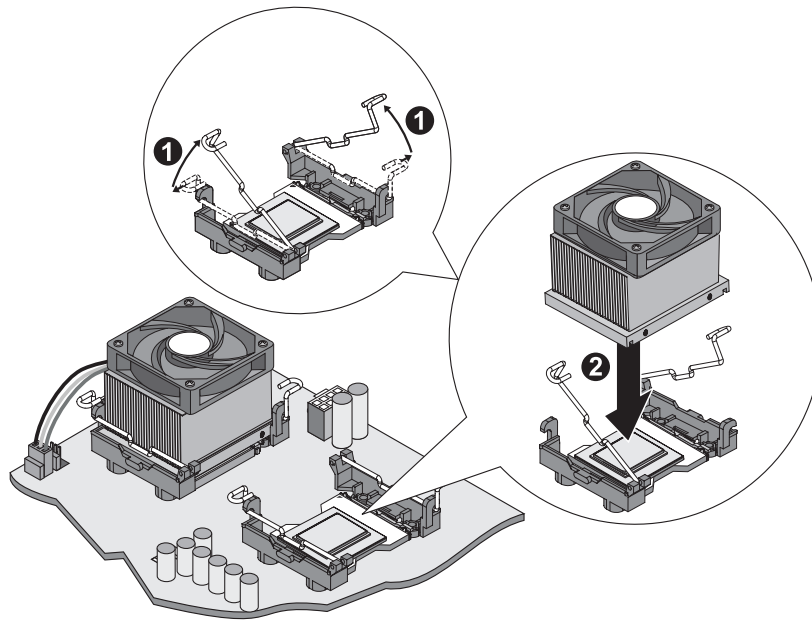

Abbildung 2-18: Positionieren des Kühlkörpers
5. Öffnen Sie die Sperrhebel an beiden Halterungen, indem Sie diese vom Prozessorsockel wegziehen und in eine aufrechte Position bringen. Legen Sie dann den Kühlkörper zwischen die beiden Halterungen auf den Prozessor (siehe Abbildung 2-18).
2. Öffnen Sie die Sperrhebel an beiden Halterungen (siehe Abbildung 2-18).